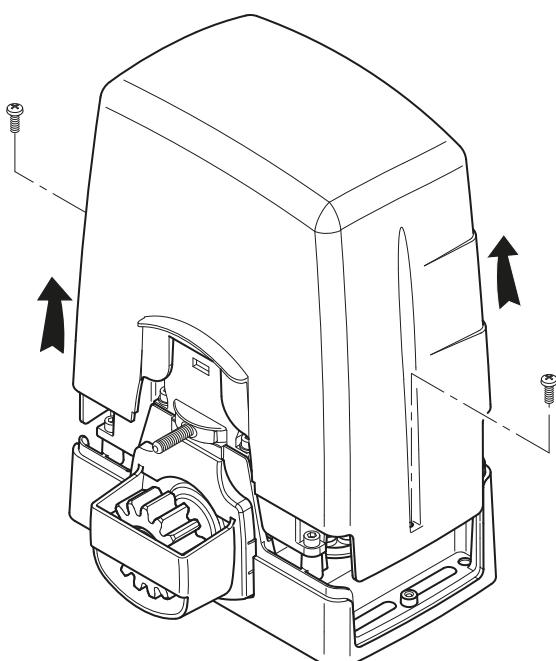
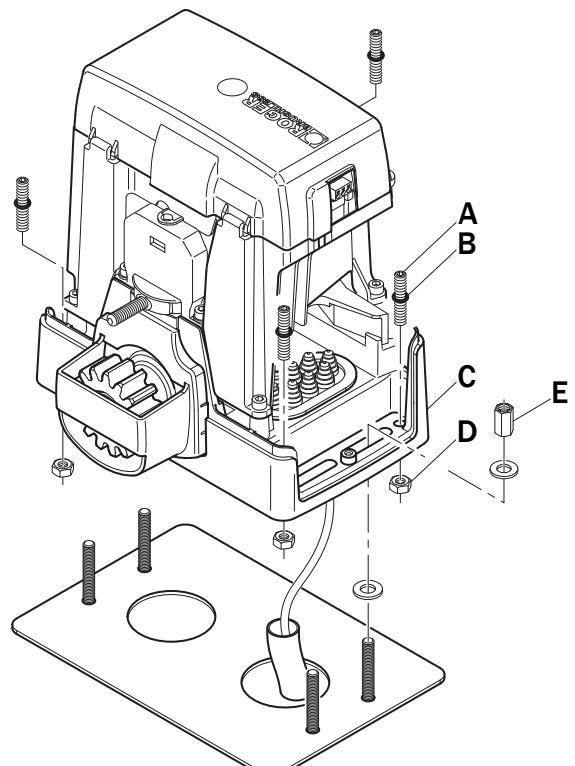

Fig. 1
Fig. 2
- Festziehen Sie die Abstandhalter M8 (E).
- Desenrosque os parafusos da tampa e retire-a puxando para cima, conforme indicado na fig. 1. Controle que os seis pés de nivelamento não saiam da base do moto-reduutor.
- Introduzir as juntas circulares (B) em los parafusos M8x40 (A). Introduzir os parafusos nos cantos do motorreductor (C) e prendê-los com as porcas M8 (D).
- Posicione o BM30 nos 4 tirantes, conforme indicado na fig. 2. Se necessário, desenrosque as porcas da chapa de base.
- Apertar os espaçador M8 (E).
- Per un corretto allineamento e passo tra due pezzi di cremagliera, si consiglia di utilizzare un elemento di raccordo in fase di fissaggio come indicato in fig. 1.